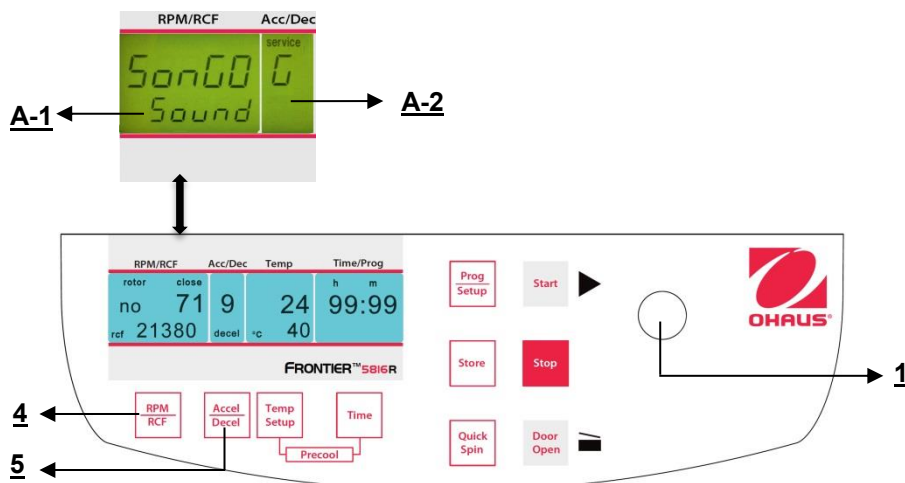

Figura 34
Procedere come descritto al punto 4.1. per inserire questa modalità programma e poi premere il tasto **"Accel/Decel"** (5). Sul display **"Acc/Dec"** (A-2) lampeggia la parola **"Service"**. Selezionare adesso la lettera **"G"** con la manopola di regolazione (1). Di conseguenza, sul display **"RPM | RCF"** (A-1), appare la parola **"SonGo/Sound"**. Dopo aver premuto il tasto **"RPM | RCF"** (4), è possibile selezionare una suoneria con la manopola di regolazione(1). (Vedere figura 34)